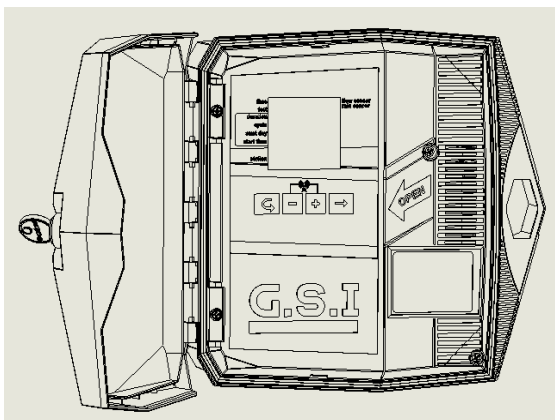

Рисунок 1: Открытие крышки контроллера
1. Отпереть замок и открыть крышку контроллера (рис. 1).
1. Отпереть и открыть крышку контроллера (Рисунок 1).